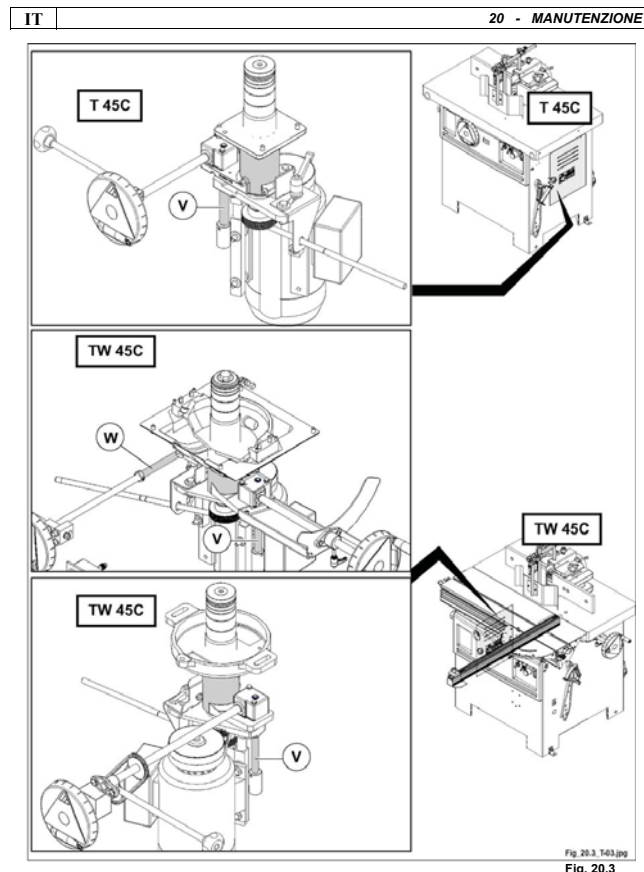

Fig. 20.3
- 4) La vite di sollevamento (V fig. 20.3) dell'albero toupie
5) La vite per l'inclinazione (W fig. 20.3) dell'albero toupie (PT)